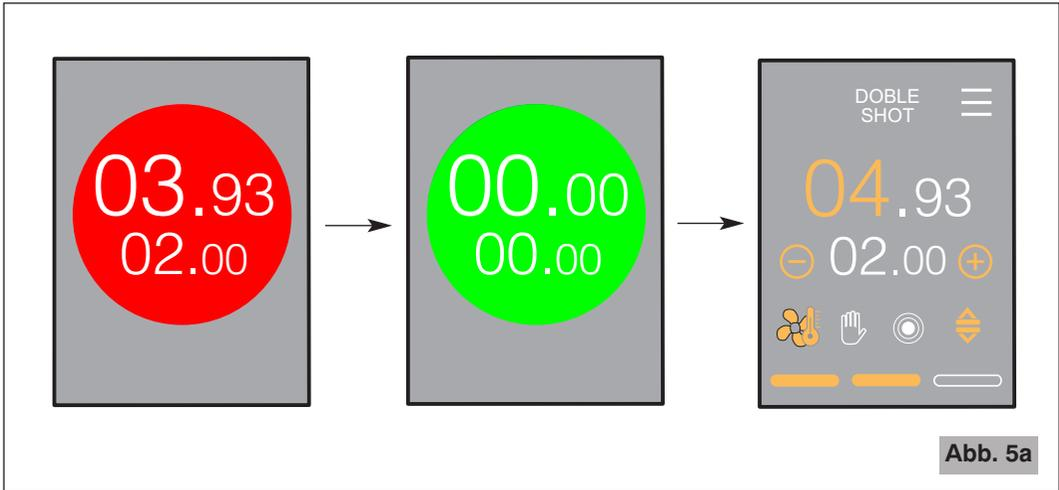

Abb. 5a
Das Display zeigt, in einer Ampel, ein rotes Licht für die verbleibende Zeit für die Portion und das SweepOut (wenn aktiv) an (siehe Abb. 5a).
- 3 Auf das Symbol  (manuelle Modalität) zum Einschalten drücken (siehe Abb. 5a).